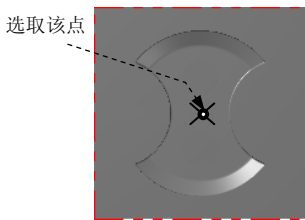
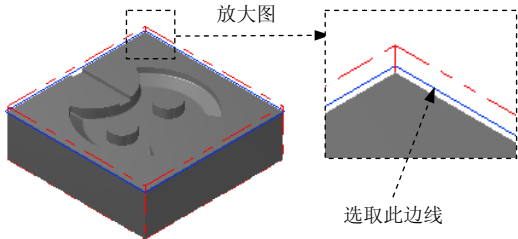

图 22.4 定义基准点
图 22.5 绘制矩形边界
- Step1. 绘制矩形边界。单击顶视图 按钮，选择 绘图 R 矩形... 命令，系统弹出“矩形”工具栏。在“矩形”工具栏中确认 按钮被按下，选取图 22.4 所示的坐标原点，然后在 后的文本框中输入 305，在 后的文本框中输入 305，按 Enter 键。单击 按钮，完成矩形边界的绘制，结果如图 22.5 所示。
- Step3. 设置加工区域。在图形区中选取图 22.5 所示的边线，单击 按钮，完成加工区域的设置，同时系统弹出“2D 刀具路径-平面铣削”对话框。